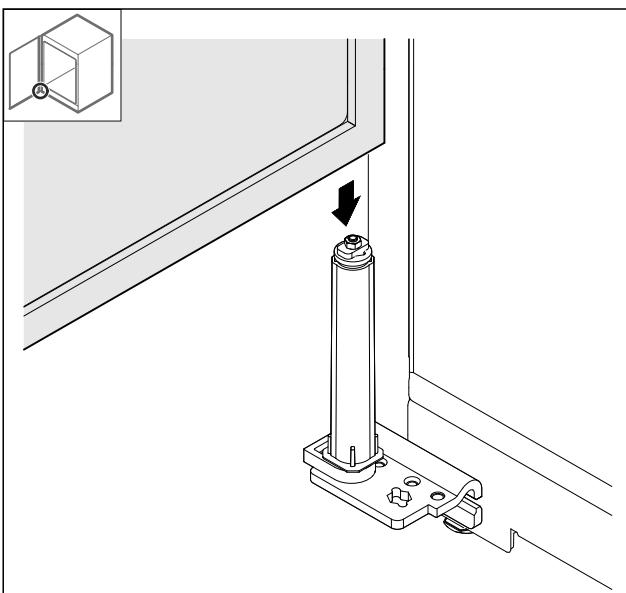

Fig. 47
- Ωθήστε την πόρτα Fig. 47 (1) επάνω στον μεντεσέ.
- Τοποθετήστε τον πείρο Fig. 47 (2) και σφίξτε τον δεξιόστροφα.
- Τοποθετήστε το κάλυμμα Fig. 47 (4).